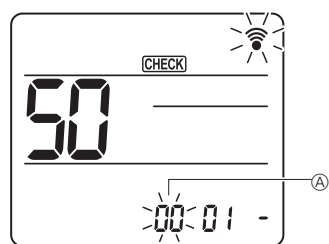

Fig. 6-17
- Tryck på knappen [↓] för att ställa in enhetsnummer ^A. (Fig. 6-17)